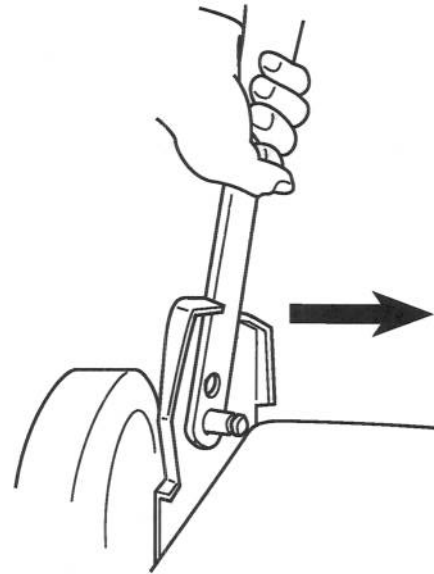

Figure 33
1. Pousser la section inférieure droite du guidon vers l'intérieur jusqu'à ce que le guidon dépasse les butées des supports de guidon (Fig. 33).